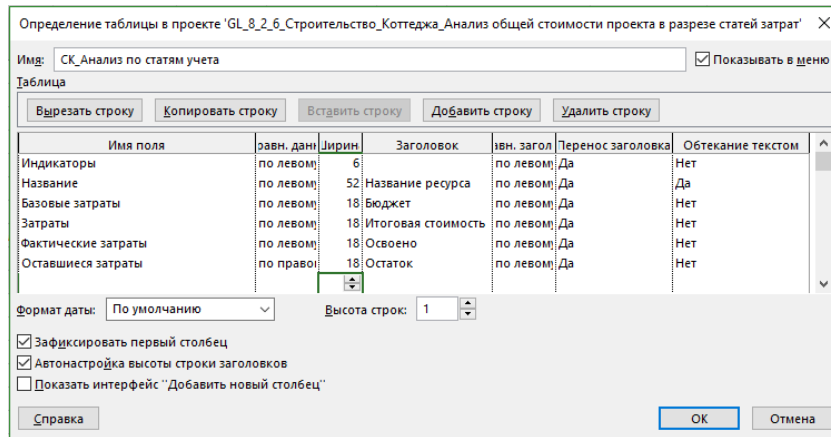

Рисунок 8.59 – Сравнение бюджета проекта с полученными значениями
2. Создать новую таблицу «СК_Анализ по статьям учета» с полями (см. рисунок 8.59):